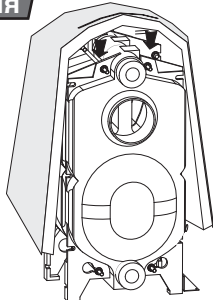

Рис. 7
- А: Начав сверху, оберните изоляционную рогожку около теплообменника котла, причем текстильная сторона рогожки должна быть обращена наружу (рис. 7)